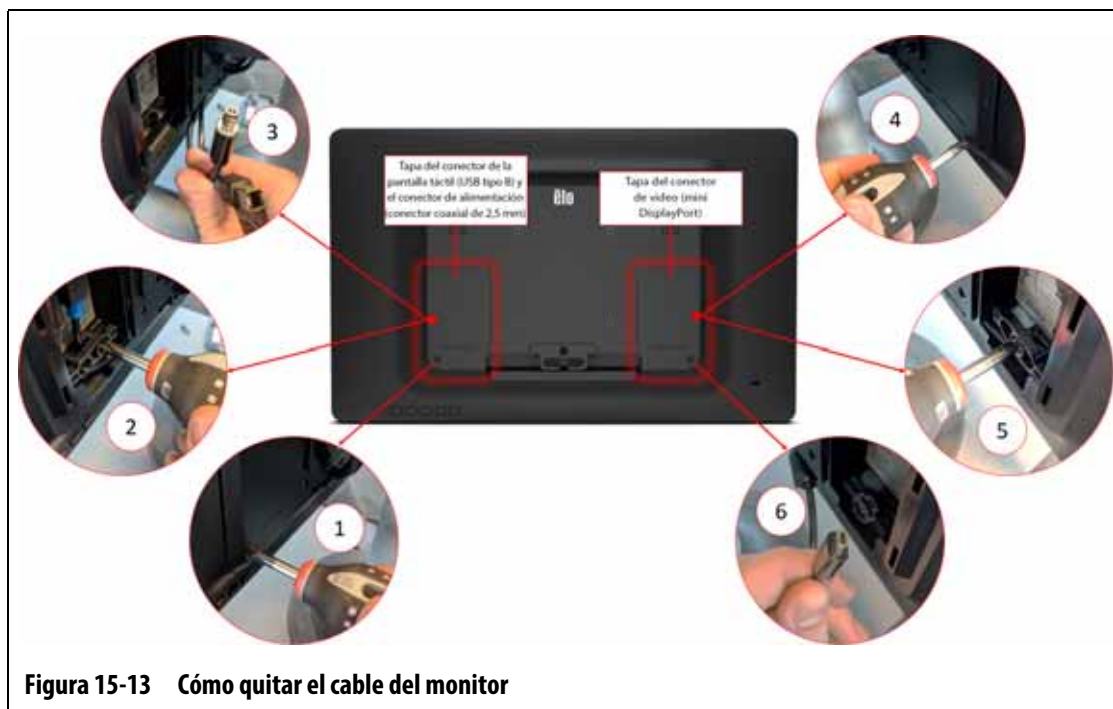

Figura 15-13 Cómo quitar el cable del monitor
3. En la parte posterior izquierda del monitor táctil encontrará la tapa de la pantalla táctil y los conectores de alimentación. Quite los tornillos de la tapa con un destornillador Phillips número 4. Consulte el número 1 de la Figura 15-13.
4. Después de retirar la tapa, localice el retén del cable y quite el tornillo que lo sostiene con el destornillador número 4. Consulte el número 2 de la Figura 15-13.
5. Después de quitar el retén del cable, tire del conector de la pantalla táctil (USB tipo B) hacia abajo con cuidado para desconectarlo del puerto y siga el mismo paso para el conector de alimentación adyacente (conector coaxial de 2,5 mm). Consulte la leyenda número 3 en la Figura 15-13.
6. En la parte posterior derecha del monitor táctil encontrará la tapa del conector de video. Quite el tornillo de la tapa con un destornillador Phillips número 4. Consulte la leyenda número 4 en la Figura 15-13.
7. Después de retirar la tapa, localice el retén del cable y quite el tornillo que lo sostiene con el destornillador número 4. Consulte la leyenda número 5 en la Figura 15-13.
8. Después de quitar el retén del cable, tire del conector de video (Mini DisplayPort) hacia abajo con cuidado para desconectarlo del puerto. Consulte la leyenda número 6 en la Figura 15-13.